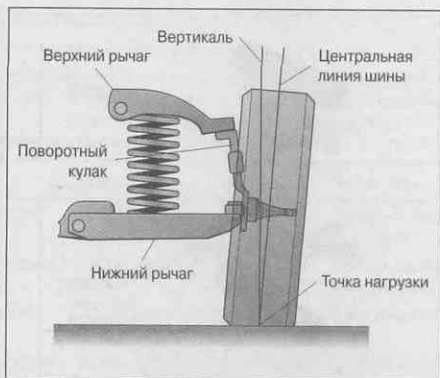

Рис. 19.5. Развал
- ✓ **Развал** — это отклонение верхней части колеса от вертикальной черты, если смотреть спереди или сзади автомобиля (рис. 19.5). Если колеса не имеют правильно отрегулированного развала — шины будут изнашиваться быстрее или управляемость автомобилем будет затруднена.